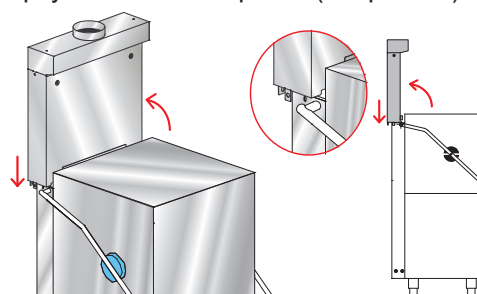

рис. 11
- Установите блок рекуперации тепла в вертикальном положении сверху с тыльной стороны. (см. рис. 11).